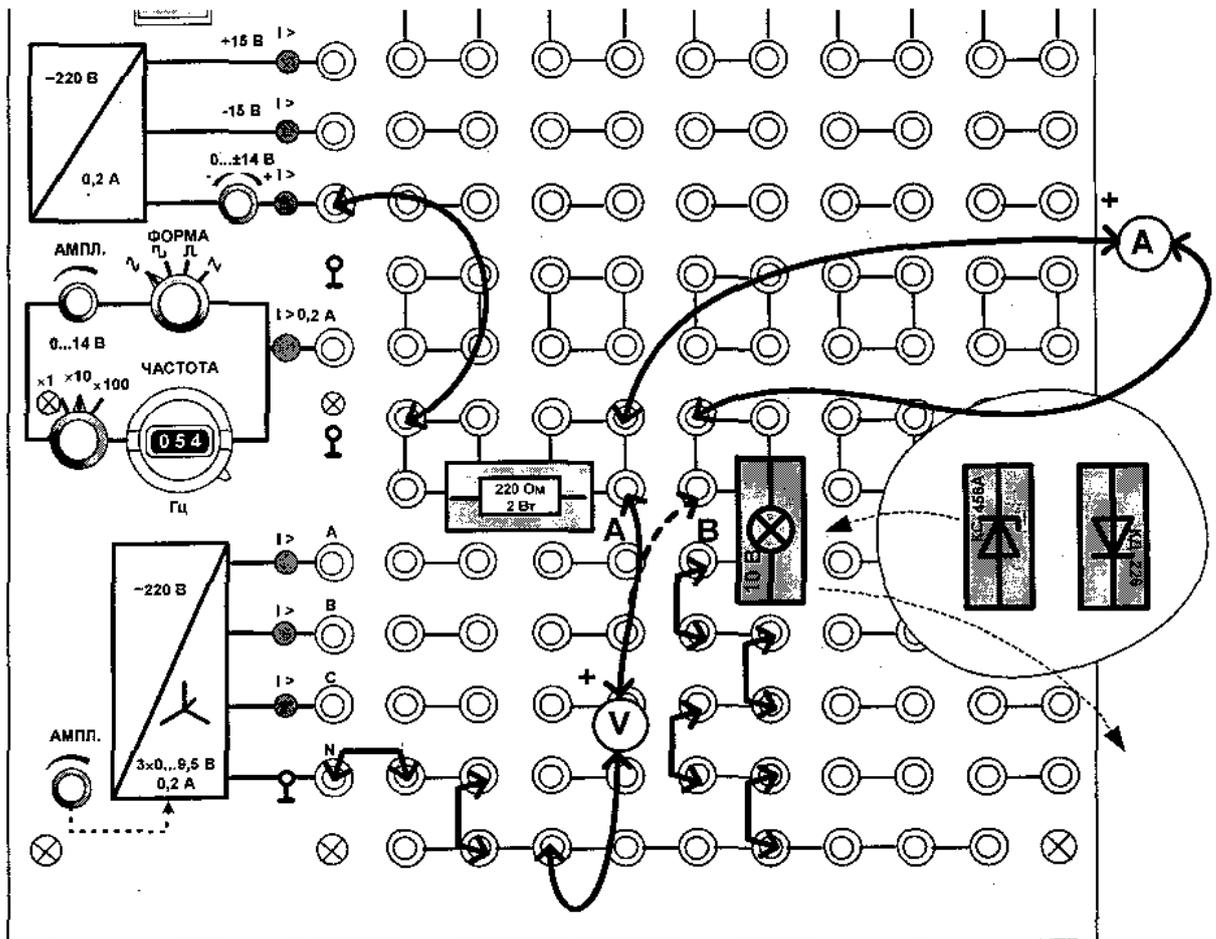

Рис. 8.3 Монтажная схема
1. Соберите цепь (рис.8.2.а) для снятия вольтамперной характеристики диода и стабилитрона. Монтажная схема изображена на рис. 8.3. Обратите внимание, что